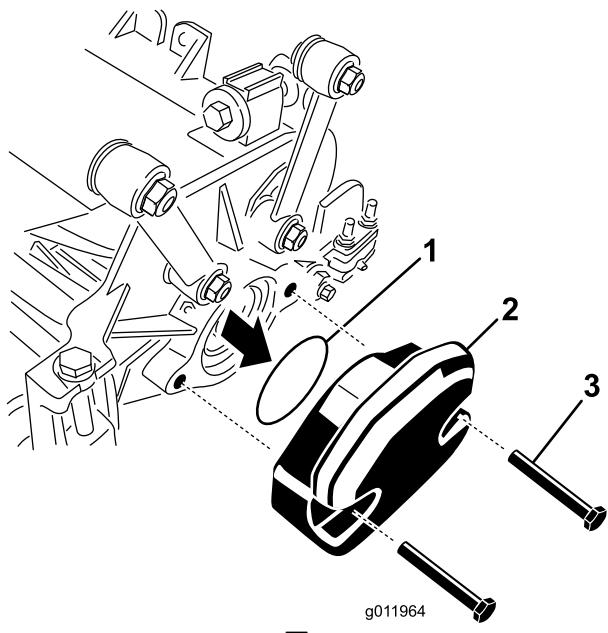

図 6
- 4番のカッティングユニットでは、カウンタ・ウェイトをカッティングユニットの左側に固定しているキャップスクリュ(2本)を取る。カウンタ・ウェイトを取り外す（図 6）。